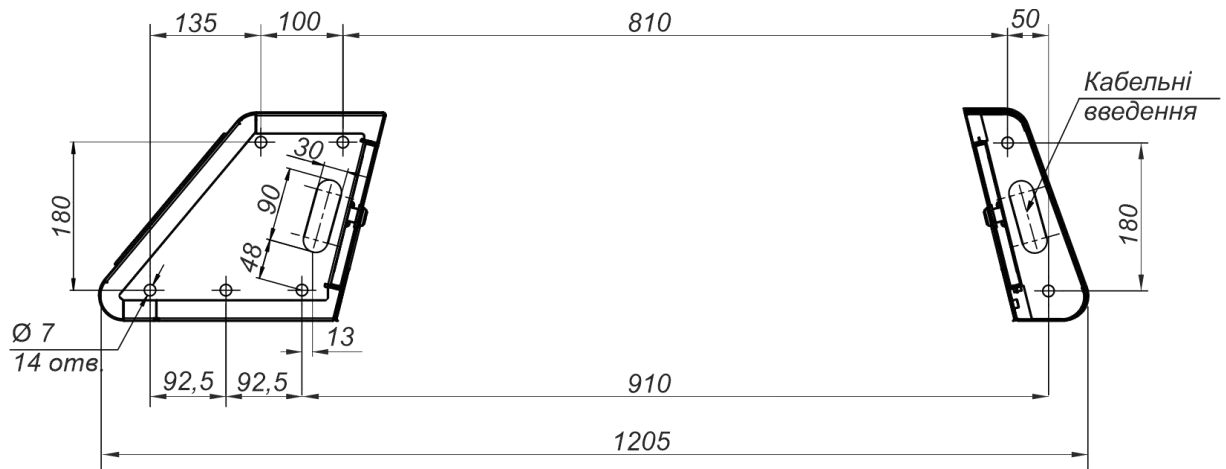

Рис. 13– Розмітка для монтажу турнікету «ONYX-XL»
4) Зробити на поверхні майданчика розмітку отворів для кріплення турнікету відповідно до рис.13. Як шаблон для розмітки можна використовувати власне турнікет, розміщений вертикально на місці його установки.
6) За необхідності прокладання кабелів під поверхнею підлоги підготуйте в підлозі кабельний канал до зони введення кабелів у стійку турнікету. Розташування зони введення кабелів вказано на схемі рис.13.
- Місце виведення кабелів повинно збігатися з місцем розташування отвору на монтажній основі турнікету (рис.13).